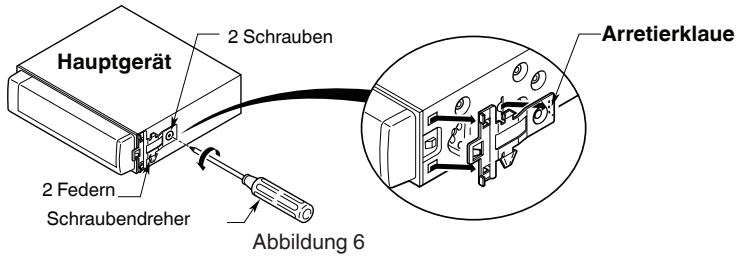

Abbildung 6
1. Positionieren Sie die Universalhalterung an der Instrumententafel. Biegen Sie die Arretierungen der Universalhalterung mit einem Schraubendreher nach innen und sichern Sie die Arretierung wie in Abbildung 6 dargestellt.
1. Entfernen Sie die Schrauben an beiden Seiten des Hauptgeräts. Heben Sie an einer der Seiten die Bandfeder an, bis die Arretierklauen aus den Öffnungen gelöst sind, und bewegen Sie die Feder in Pfeilrichtung, um sie zu entfernen. Wiederholen Sie den Vorgang für die andere Seite. (Abbildung 6)